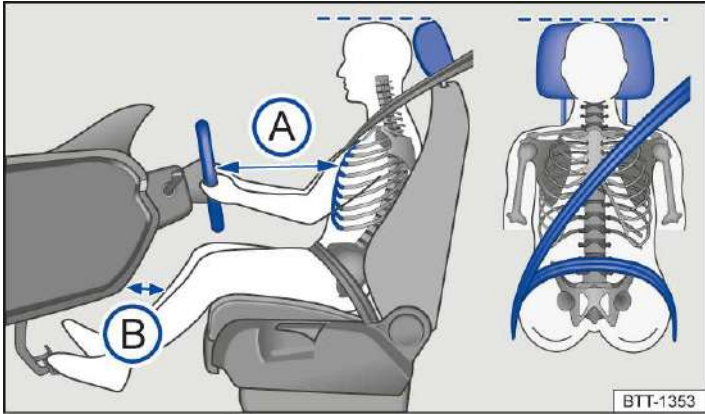

Abb. 1 Prinzipdarstellung: richtiger Abstand des Fahrers zum Lenkrad, richtiger Gurtbandverlauf und richtige Kopfstützeinstellung.
- Kopfstütze so einstellen, dass die Oberkante der Kopfstütze sich möglichst auf einer Linie mit dem oberen Teil des Kopfs – jedoch nicht niedriger als Augenhöhe – befindet. Hinterkopf stets so nah wie möglich an der Kopfstütze positionieren → Abb. 1.
- Fahrersitz in Längsrichtung so einstellen, dass die Pedale mit leicht angewinkelten Beinen durchgetreten werden können und der Abstand zur Instrumententafel im Unterschenkelbereich mindestens 10 cm (etwa 4 in) beträgt → *Abb. 1* (B).